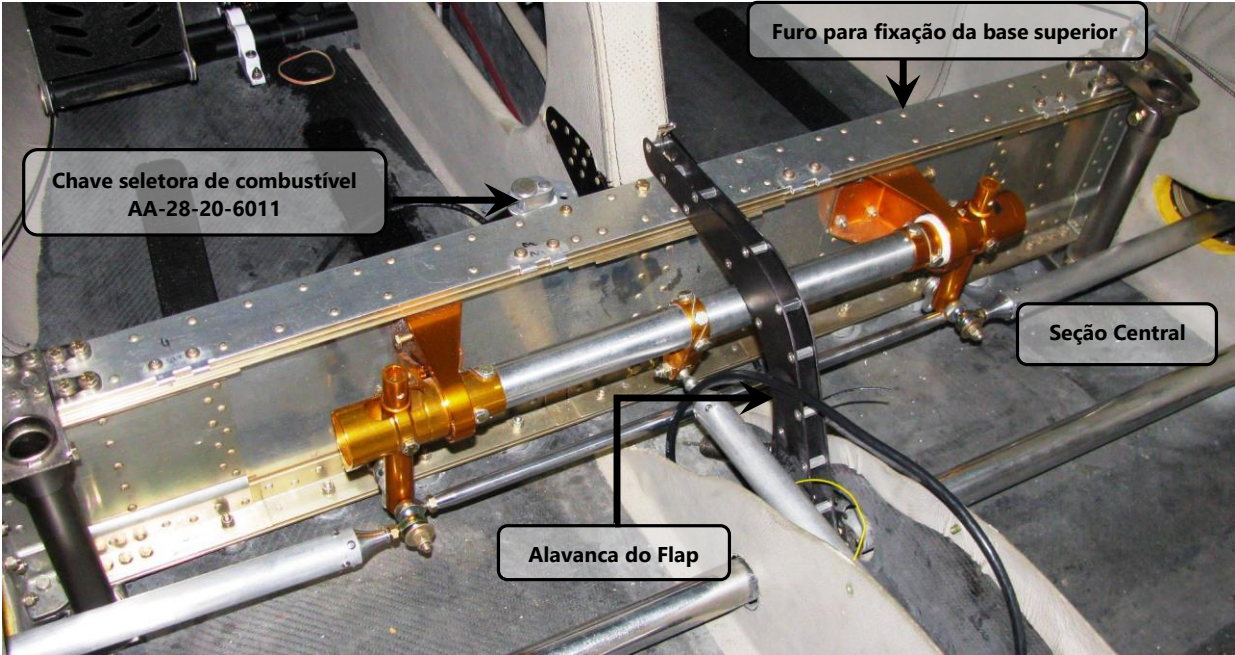

Figura 28.20.3 – Local de instalação da chave seletora – vista frontal e traseira
A localização, dentro da cabine do piloto, da instalação da chave seletora é mostrada na figura 28.20.3.
1. Posicionar a chave seletora de combustível AA-28-20-6011, com parafusos AN526-C632-R8 e arruelas AN960-6, conforme a figura 28.20.4, no local indicado pela figura 28.20.3;